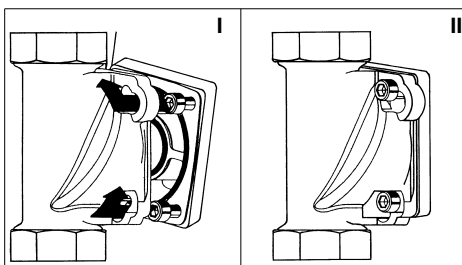

Abb. 4: Einbaudrehflansch mit Bajonett
- Die Köpfe der vier Flanschschrauben M6x25 durch die Bajonettbohrungen am Einbaudrehflansch stecken (siehe Abb. 4 I).
- Den Filter im Uhrzeigersinn bis zum Anschlag drehen (siehe Abb. 4 II).